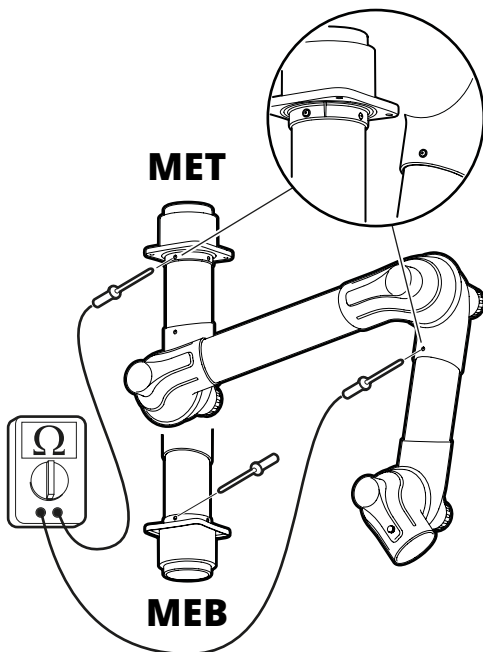

Fig. 12
3. Den Widerstand des Absaugarmes mit einem kalibrierten Ohmmeter messen, siehe **Fig. 12**. Der Widerstand zwischen den Messpunkten muss kleiner als 1 MΩ sein.